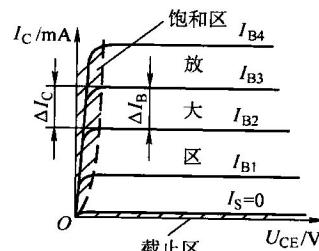

图 2-7 晶体管输出特性曲线
(2) 输出特性曲线 输出特性是指在基极电流 I_B 一定时，集电极电流 I_C 与集电极电压 U_{CE} 之间的关系曲线，如图 2-7 所示。